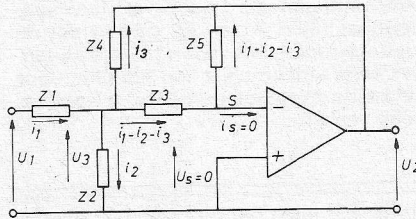

Fig. 2.1. Rauchfilter.
In fig. 2.1 is het rauch filter in zijn meest algemene vorm weergegeven. Door Z1 t/m Z5 op een geschikte manier door weerstanden en condensatoren te vervangen kunnen alle bekende filtertypen worden gerealiseerd. De afleiding van de overdracht van dit netwerk verloopt als volgt:
- d. Met gebruikmaking van de bovenstaande benaderingen kunnen we een aantal vergelijkingen voor het netwerk opstellen. Als we U1 bekend veronderstellen blijven er nog 5 onbekenden in fig. 2.1 over. We moeten dus 5 onafhankelijke vergelijkingen opsporen. bijv.: